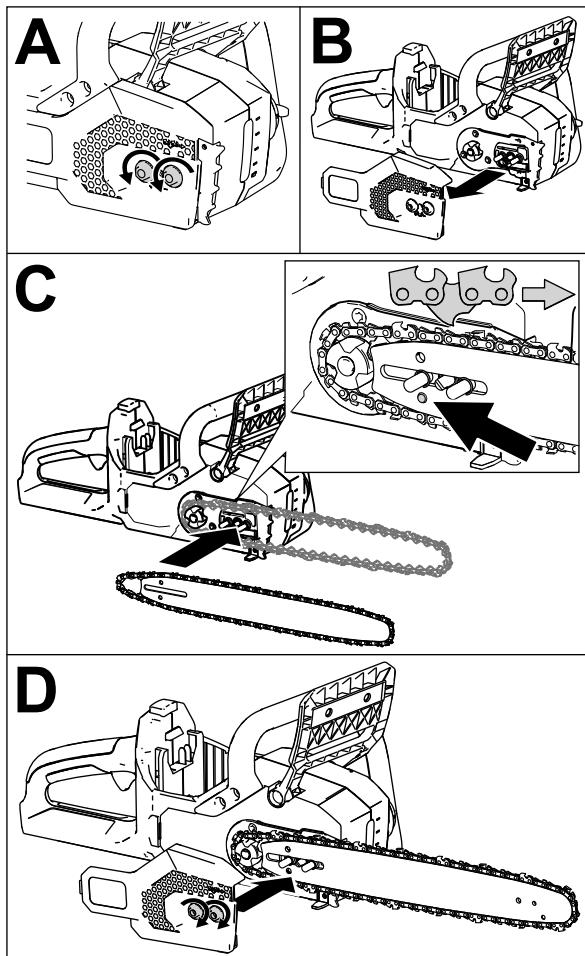

Figure 31
4. Placez la boucle ouverte de la chaîne (qui n'est pas sur le guide) autour du pignon d' entraînement de la tronçonneuse, puis installez le guide et la chaîne fixée dessus, comme montré à la Figure 31.